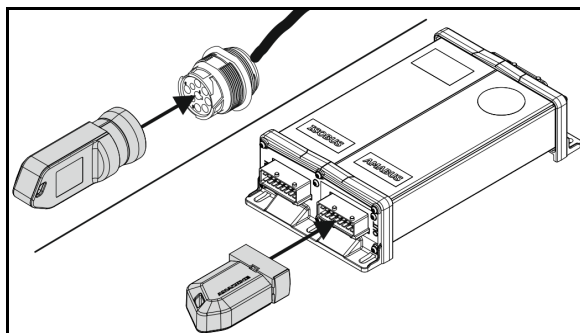

Fig. 30
7. Rolos de travão direccionáveis (Fig. 30/1) à frente
- o montar e fixar com o encaixe de charneira (Fig. 30/2),
8. Rolos rígidos (Fig. 30/3) atrás
- o montar e fixar com o pino de fixação de mola (Fig. 30/4) no orifício de alinhamento que se encontra mais em baixo,
Ao montar os rolos rígidos prestar atenção para que a cavilha (Fig. 30/5) passe através do orifício do quadro, mantendo assim os rolos no sentido longitudinal.